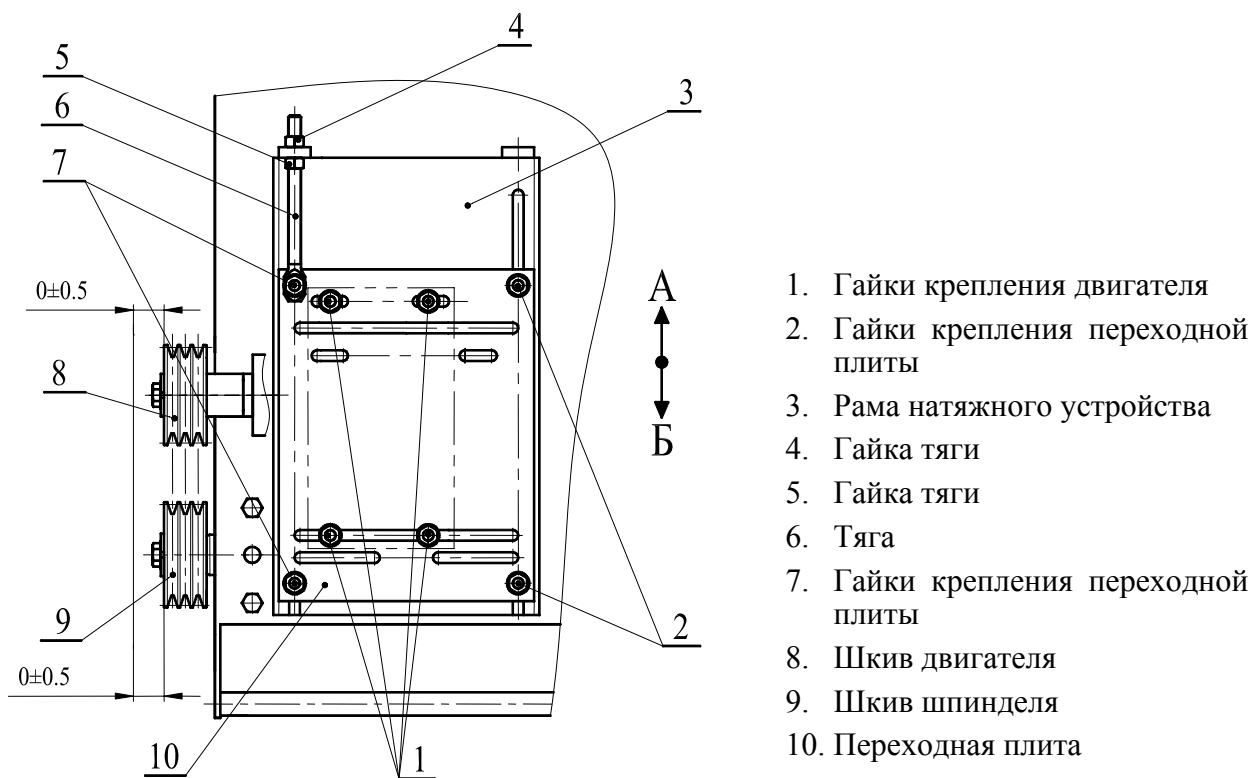

Рис. 5
- Регулировку параллельности ручьев шкивов двигателя и шпинделя производить, если двигатель демонтировался с промежуточной плиты натяжного устройства, либо при ослаблении крепежа двигателя в соответствии с Рис. 5
- Проконтролируйте неплоскостность образующей поверхностей торцов шкивов поз. 8, 9. Значение неплоскостности не должно превышать 1 мм (см. размеры на рис. 5).